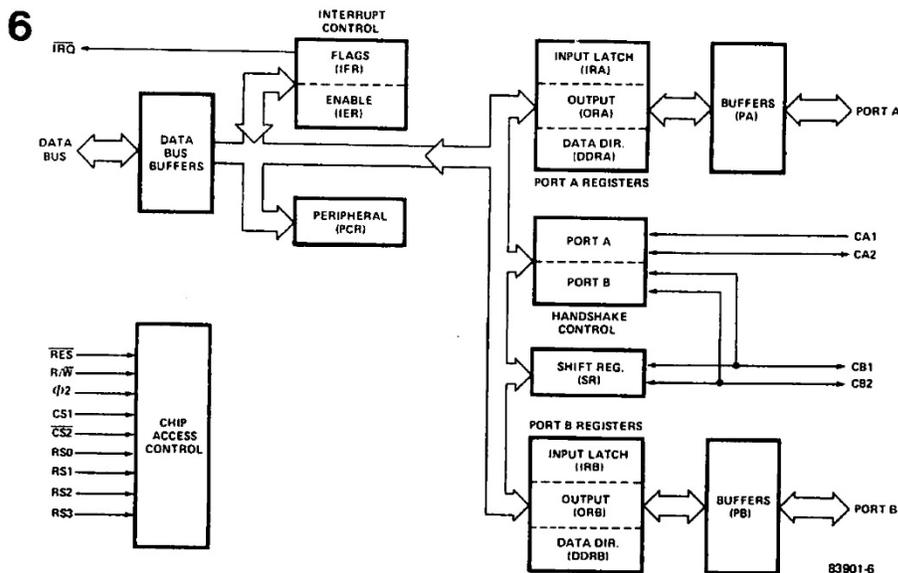

Bild 6. Port A, Port B und die Handshake-Leitungen des VIA.
1. Der Prozessor liest eines der Input-Register (IRA oder IRB). Durch das Bitmuster im Peripheral-Control-Register ist "Input Latching Disabled". Das heißt, die Daten auf den zu Eingängen erklärten Port-Leitungen werden *nicht* durch eine Pulsflanke an CB1 oder CA1 in das Input-Register IRB oder IRA (siehe Bild 6) übernommen bzw. gespeichert. Die CPU liest in dieser Betriebsart direkt das Bitmuster auf den Port-Leitungen. Ist die Spannung auf der Port-Leitung $> 2,4$ Volt, dann liest die CPU eine logische Eins.